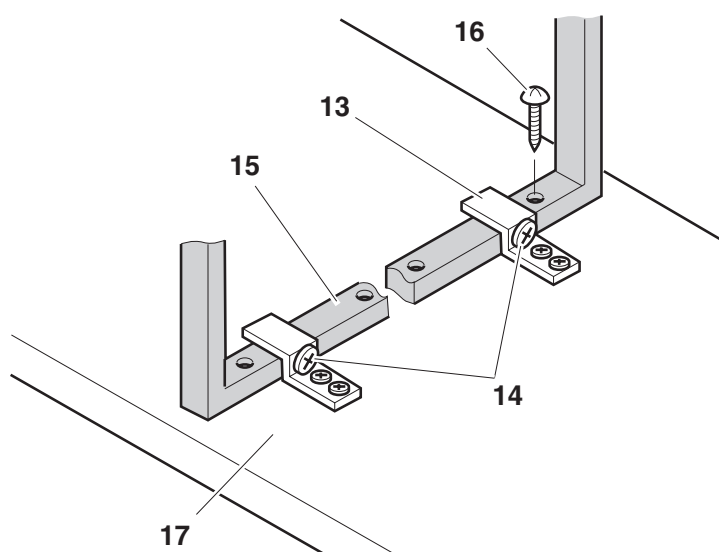

Fig. 10
- Ajuster la plaque avant **17** au tube transversal médian **11** à l'aide des deux vis cylindriques à tête bombée **14** et la fixer avec une vis **16**, fixer éventuellement le cadre de lit et la plaque avant avec un serre-joint en haut oben ; vérifier l'uniformité des joints, voir **fig. 10**.